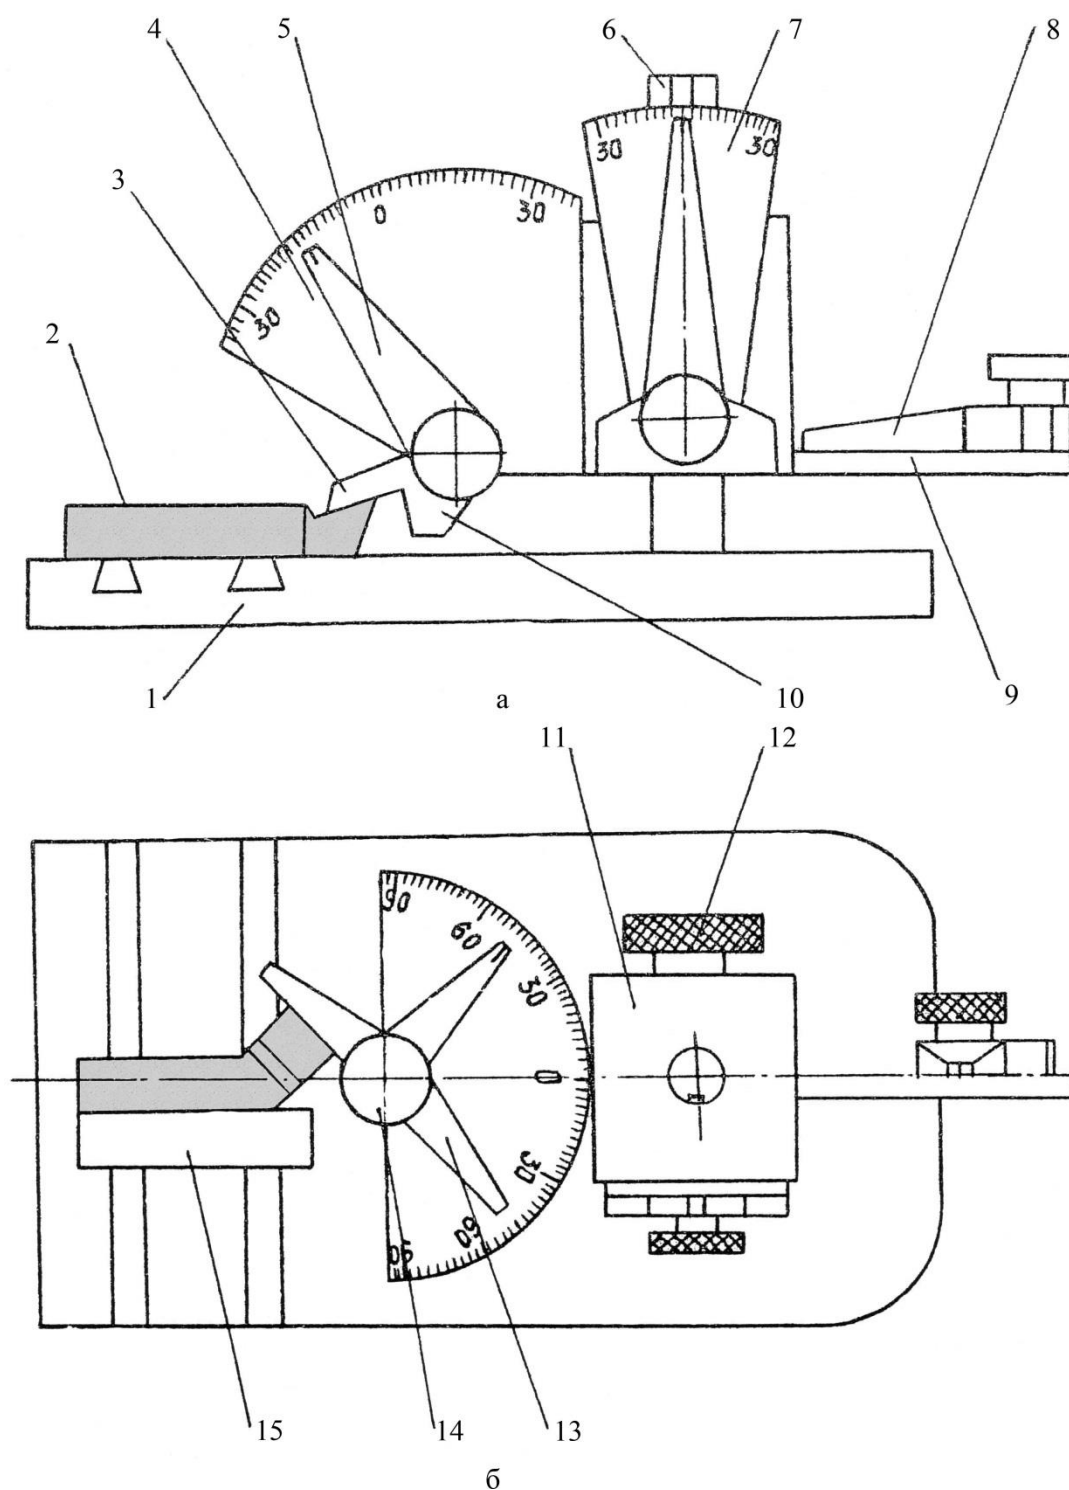

Рис. 6. Универсальный угломер ЛМТ: а - измерение углов γ , α , α_1 , λ ; б - измерение углов ψ и ψ_1 .
Сечение тела резца измеряют штангенциркулем или измерительной линейкой, а углы резца – универсальным и настольным угломерами. Самым распространённым угломером является универсальный угломер ЛМТ, который предназначен для измерения основных углов резца 2 – переднего γ , главного заднего α , вспомогательного заднего α_1 , главного и вспомогательного в плане ψ и ψ_1 , наклона главного режущего лезвия λ . Универсальный угломер (рис. 6) состоит из плиты 1, вертикальной стойки 6, на которой перемещается устройство, состоящее из блока 11, трёх шкал с измерительными ножами. Шкальное устройство устанавливается и перемещается на стойке 6 по шпоночному пазу и при необходимости (после ослабления фиксатора 12) может поворачиваться вокруг оси стойки и устанавливаться в любом положении по высоте. Измерительные ножи шкальных устройств снабжены винтами (14), позволяющими фиксировать требуемое положение.
Верхняя плоскость плиты угломера снабжена направляющей линейкой 15. На рис. 6 иллюстрируются способы измерения углов токарного проходного правого резца с отогнутой головкой.